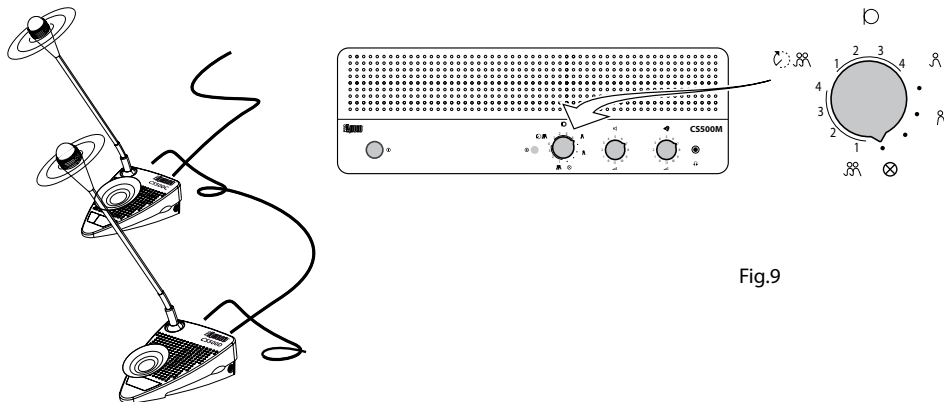

Fig.9
Porre il SELETTORE MICROFONO (3) in posizione modalità test (fig.9). Tutte gli indicatori di luce ad anello e i LED delle unità dei "delegati" e del "presidente" dovranno accendersi se il collegamento è effettuato correttamente.
Put the microphone mode switch (3) in the test position (fig.9), all light-ring indicators and LEDs of the delegate and chairman units must lit if properly connected.